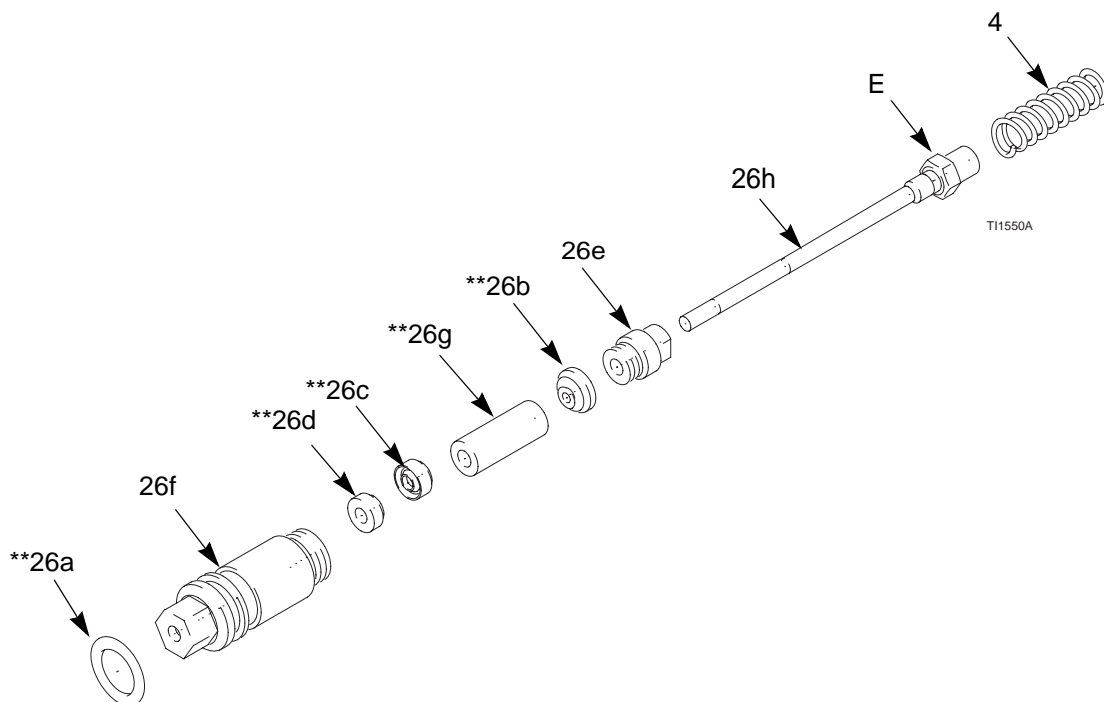

Fig. 12. Asta premiguarnizioni
1. Montare il dado premiguarnizioni (26e) e l'anello di tenuta (26b**) sull'asta del fluido (26h). Le rondelle sul dado premiguarnizioni devono essere rivolte verso la parte posteriore dell'asta del fluido. L'anello di tenuta della guarnizione deve essere rivolto lontano dal dado premiguarnizioni. Vedere FIG. 12.
2. Riempire la cavità interna del distanziale (26g**) con grasso dielettrico (40). Montare lo spaziatore sull'asta del fluido (26h), nella direzione indicata. Applicare grasso dielettrico abbondantemente sulla parte esterna dello spaziatore.
6. Installare la molla (4) sul dado (E) come indicato.
7. Installare l'asta delle guarnizioni del fluido (26) sul canotto della pistola. Utilizzando utensile multiuso (37), serrare il gruppo quanto basta e verificare la libertà di movimento sull'asta del fluido.
8. Montare il grilletto (30) e le viti (8).